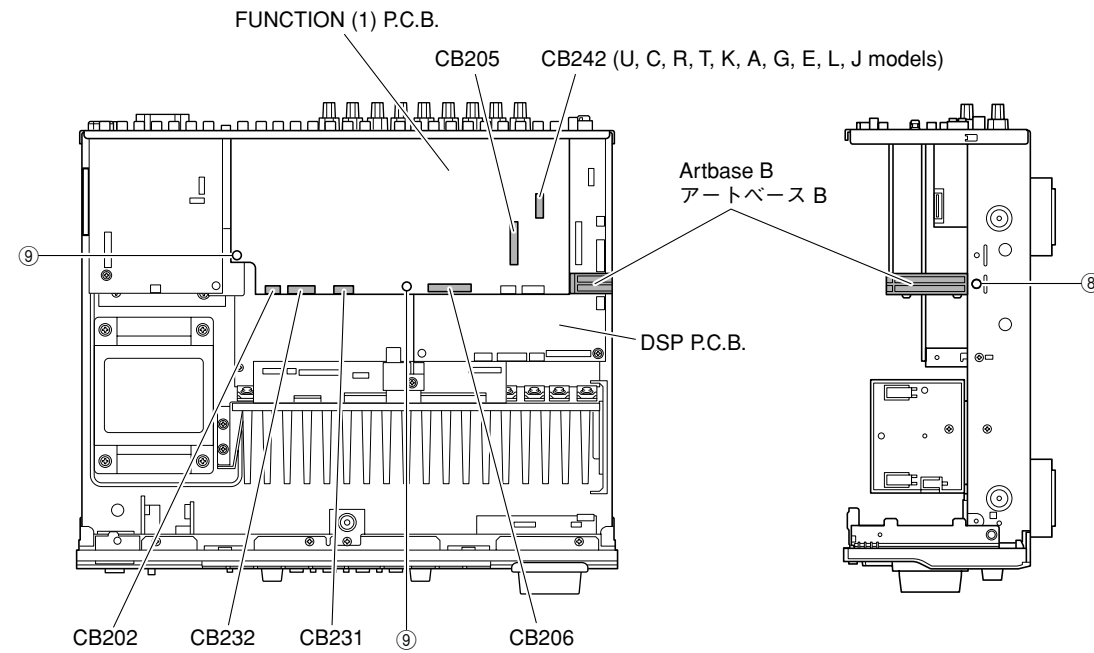

Fig. 2
**4. Removal of FUNCTION (1) P.C.B.**
- a. Remove push rivet (8) and then remove the artbase B. (Fig. 2)
- b. Remove 2 push rivets (9). (Fig. 2)
- d. Remove CB202, CB205-206, CB231-232 and CB242 (U, C, R, T, K, A, G, E, L models). (Fig. 2)
- e. Remove the FUNCTION (1) P.C.B.. (Fig. 2)
- a. ⑧のプッシュリベット1本を外し、アートベースBを取り外します。(Fig. 2)
- b. ⑨のプッシュリベット2本を外します。(Fig. 2)
- d. CB202、CB205-206、CB231-232、CB242を外します。(Fig. 2)
- e. FUNCTION(1)P.C.B.を取り外します。(Fig. 2)